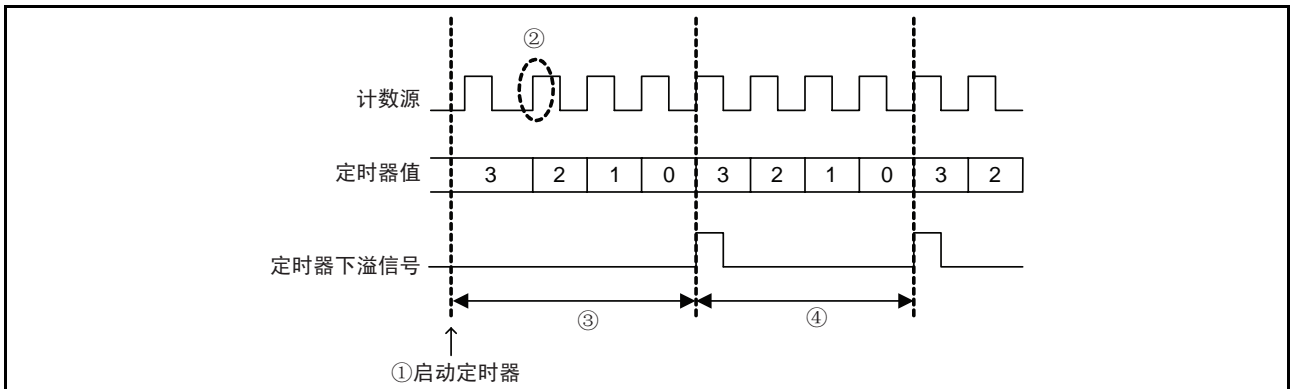

图 72 定时器的计数开始时序和开始运行时的计数时间 2
定时器 2 和 LC 在开始运行（图 72 ①）后，从计数源的最初的下降沿后的上升沿（图 72 ②）开始计数。
根据定时器和计数源的运行开始时序，开始计数后到最初下溢的时间（图 72 ③）和以后下溢间的时间不同。